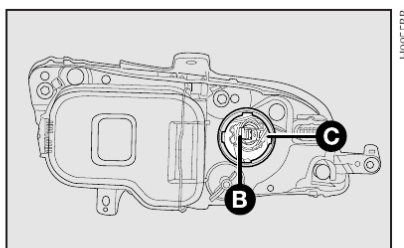

fig. 28
2) soltar o conector **B**-fig. 28 de alimentação da lâmpada;
3) retirar o porta-lâmpada pressionando a presilha **C**-fig. 28 lateralmente;